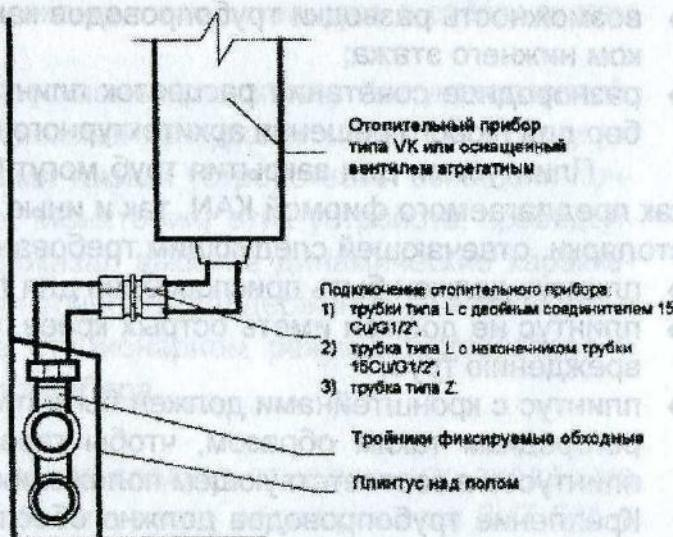

Рис. 2. Подключение отопительного прибора типа VK, либо прибора оснащенного вентилем типа агрегатного при разводке над полом.
2. Подключение отопительных приборов типа VK или приборов, подключаемых с использованием агрегатных вентилей (Рис.2).